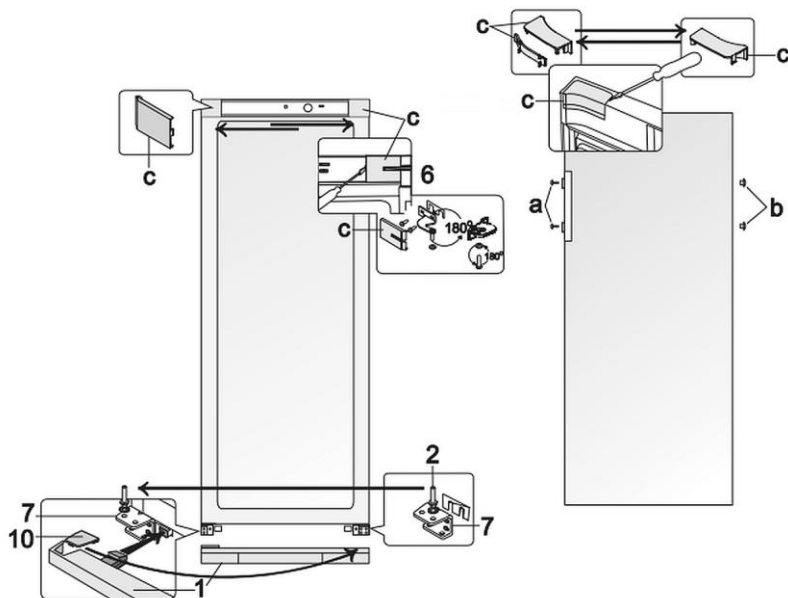

Abb. 8
1. Entfernen Sie die Abdeckleisten (c, Abb. 8) vom Gehäuse und Türinnenseite.
2. Nehmen Sie die obere Halterung (6) samt Unterlegscheiben mit aufgestülpten Unterlegscheiben und Kunststoffdichtung unter der Halterung ab.
4. Nehmen Sie die untere Abdeckleiste (1) ab.
5. Lösen Sie den Tragstift (2) von der unteren Halterung (7).
6. Schrauben Sie ihn zusammen mit allen Scheiben an der gegenüberliegenden Halterung (7), symmetrisch der vorherigen Stellung.
7. Setzen Sie die Kühlschranktür auf den Tragstift (2) von Halterung (7).
8. Drehen Sie die Halterung (6) samt Tragstift, aufgestülpten Unterlegscheiben und Kunststoffdichtung um 180 °.